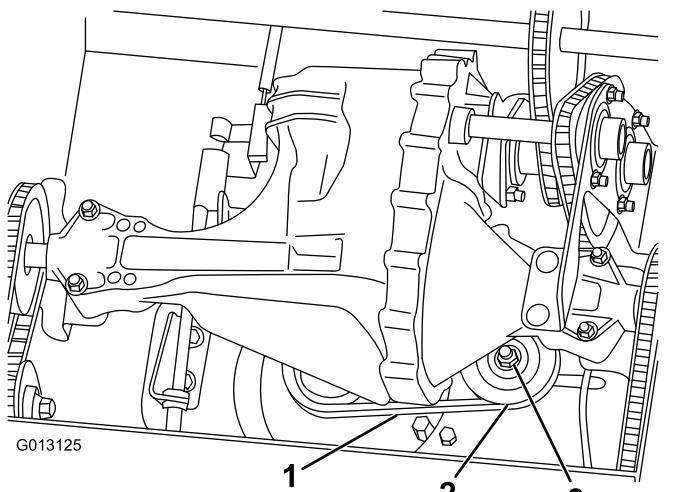

Bild 28
- Wenden Sie eine Kraft von 4,5 kg auf die Mitte des Treibriemens an (Bild 28). Wenn der Riemen sich mehr als 1,3 cm durchbiegt, muss er wie folgt gespannt werden:
- A. Lockern Sie die Mutter, mit der die Spannscheibe befestigt ist (Bild 28).